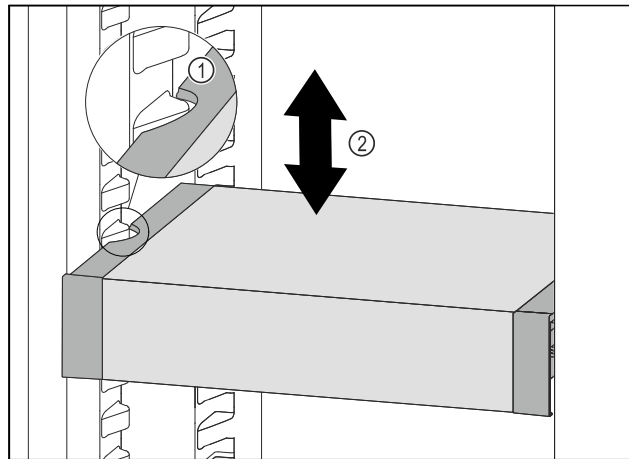

Fig. 92
- ▶ Tirare VarioSafe in avanti fino a quando le cavità laterali di VarioSafe non si trovano al livello della nervatura del contenitore nel vano frigorifero. Fig. 92 (1)
- ▶ Spostare VarioSafe verso l'alto o verso il basso nel vano frigorifero fino a raggiungere l'altezza desiderata. Fig. 92 (2)